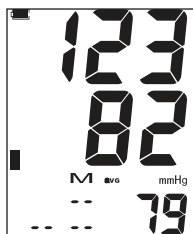

Fig. 1
1. Cuando el monitor esté apagado, presione y libere el botón de memoria **MEM**. En la pantalla se mostrarán la presión arterial promedio y el pulso promedio de las últimas tres lecturas junto con los iconos M y AVG, Fig 1.